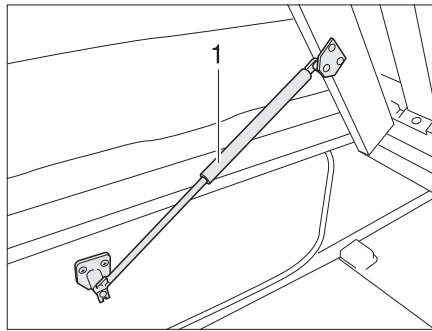

Fig. 59 Lit fixe
- Soulever le sommier à lattes. Les ressorts à pression de gaz (Fig. 59,1) maintiennent le sommier à lattes en position ouverte.